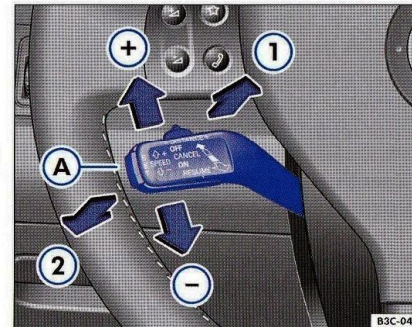

Fig. 26 Elementele de comandă ale sistemului de reglare automată a distanței.
- Apăsăți scurt tasta [SET] ⇒ fig. 26 A, pentru a memora viteza actuală. Simultan se activează și sistemul de reglare a distanței.
- Apăsăți scurt maneta ⇒ fig. 26 în direcția +, pentru a mări viteza ⇒ ⚠. Viteza reglată va fi afișată pe display-ul din tabloul de instrumente. În timpul deplasării, viteza memorată poate fi diferită față de viteza reală de deplasare sau
- Apăsăți scurt maneta ⇒ fig. 26 în direcția -, pentru a reduce viteza. Viteza reglată va fi afișată pe display-ul din tabloul de instrumente. Viteza se reduce prin ridicarea piciorului de pe accelerație sau prin frânare activă. Sau
- În cazul dezactivării temporare a ACC, viteza dorită poate fi selectată de la ⇒ pagina 33, fig. 26" + și -. Pentru reluarea vitezei memorate, trageți maneta în direcția (RESUME).